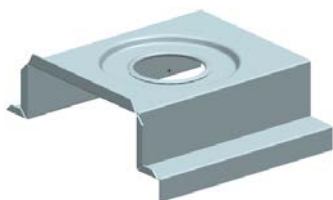
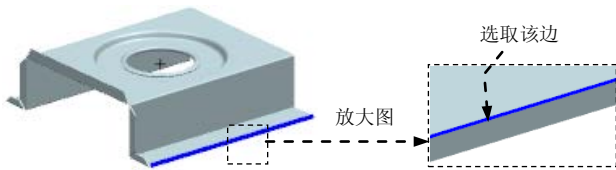
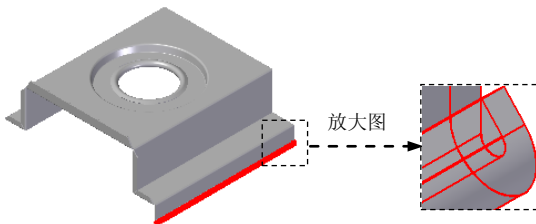

图 8.10.29 弯边特征 10
图 8.10.30 定义附着边
图 8.10.31 卷边特征 1
(1) 选取要镜像的特征。选取 Step10 和 Step11 所创建的特征为镜像源。
(2) 选择命令。单击“主页”功能选项卡“阵列”工具栏中的  镜像 按钮。
(3) 定义镜像平面。选取右视图(YZ)平面为镜像平面。
(4) 单击  按钮, 完成特征的创建。
Step13. 创建图 8.10.29 所示的弯边特征 10。
(1) 选择命令。单击“主页”功能选项卡“钣金”工具栏中的“弯边”按钮 。
(2) 定义附着边。选取图 8.10.30 所示的模型边线为附着边。
(3) 定义弯边类型。在命令条中单击“完全宽度”按钮 ; 在“距离”文本框中输入值 15, 在“角度”文本框中输入值 90, 单击“外部尺寸标注”按钮  和“外侧折弯”按钮 ; 调整弯边侧方向向下, 如图 8.10.29 所示。
(4) 定义弯边属性及参数。单击“弯边选项”按钮  , 取消选中 ☐ 使用默认值* 复选框, 在其“折弯半径(R)”文本框中输入值 0.2, 单击  按钮。
(5) 单击  按钮, 完成特征的创建。
Step14. 创建图 8.10.31 所示的卷边特征 1。
(3) 定义弯边类型。在命令条中单击“完全宽度”按钮；在“距离:”文本框中输入值 8，在“角度:”文本框中输入值 90，单击“外部尺寸标注”按钮和“外侧折弯”按钮；调整弯边侧方向向上，如图 8.10.29 所示。
(4) 定义弯边属性及参数。单击“弯边选项”按钮，取消选中“使用默认值*”复选框，在其“折弯半径(R):”文本框中输入值 0.2，单击“确定”按钮。
(5) 单击“完成”按钮，完成特征的创建。